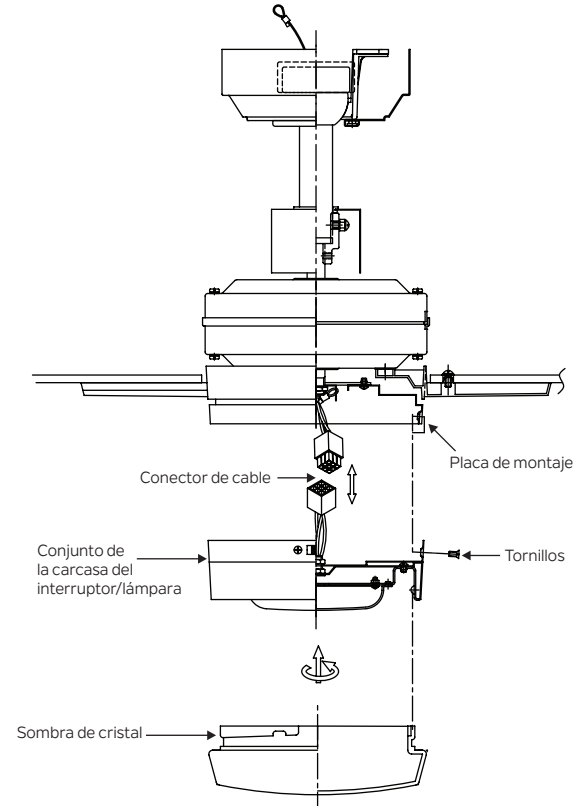

Fig. 18
**Paso 1.** Mientras sostiene el conjunto de la carcasa del interruptor/lámpara debajo del ventilador de techo, empuje los conectores de alambre cuadrado juntos. Uno del ventilador y otro de la carcasa del interruptor. (Fig. 18)
Fije el conjunto de la carcasa del interruptor/lámpara a la placa de montaje con los tres tornillos suministrados. Asegúrese de que cada tornillo esté apretado. (Fig. 18)